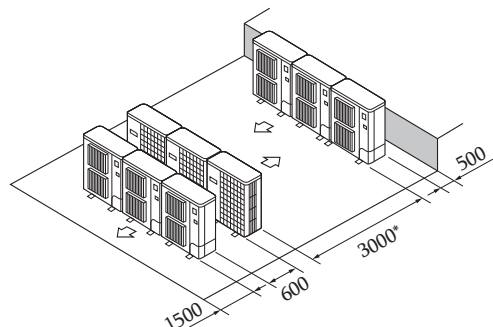

Fig. 2-14
- ⑥ Սարքերի դասավորությունը մի քանի հորիզոնական շարքերով (Fig. 2-14)